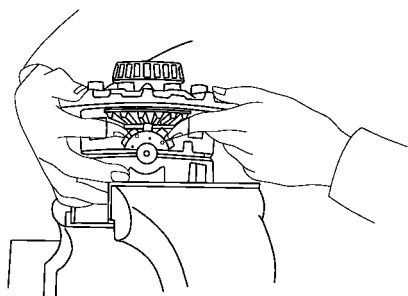

图 14-178 RH 和 LH 差速器壳的装配
(8) RH 和 LH 差速器壳的装配。对齐配合记号, 装好 RH 和 LH 差速器壳, 如图 14-178 所示。